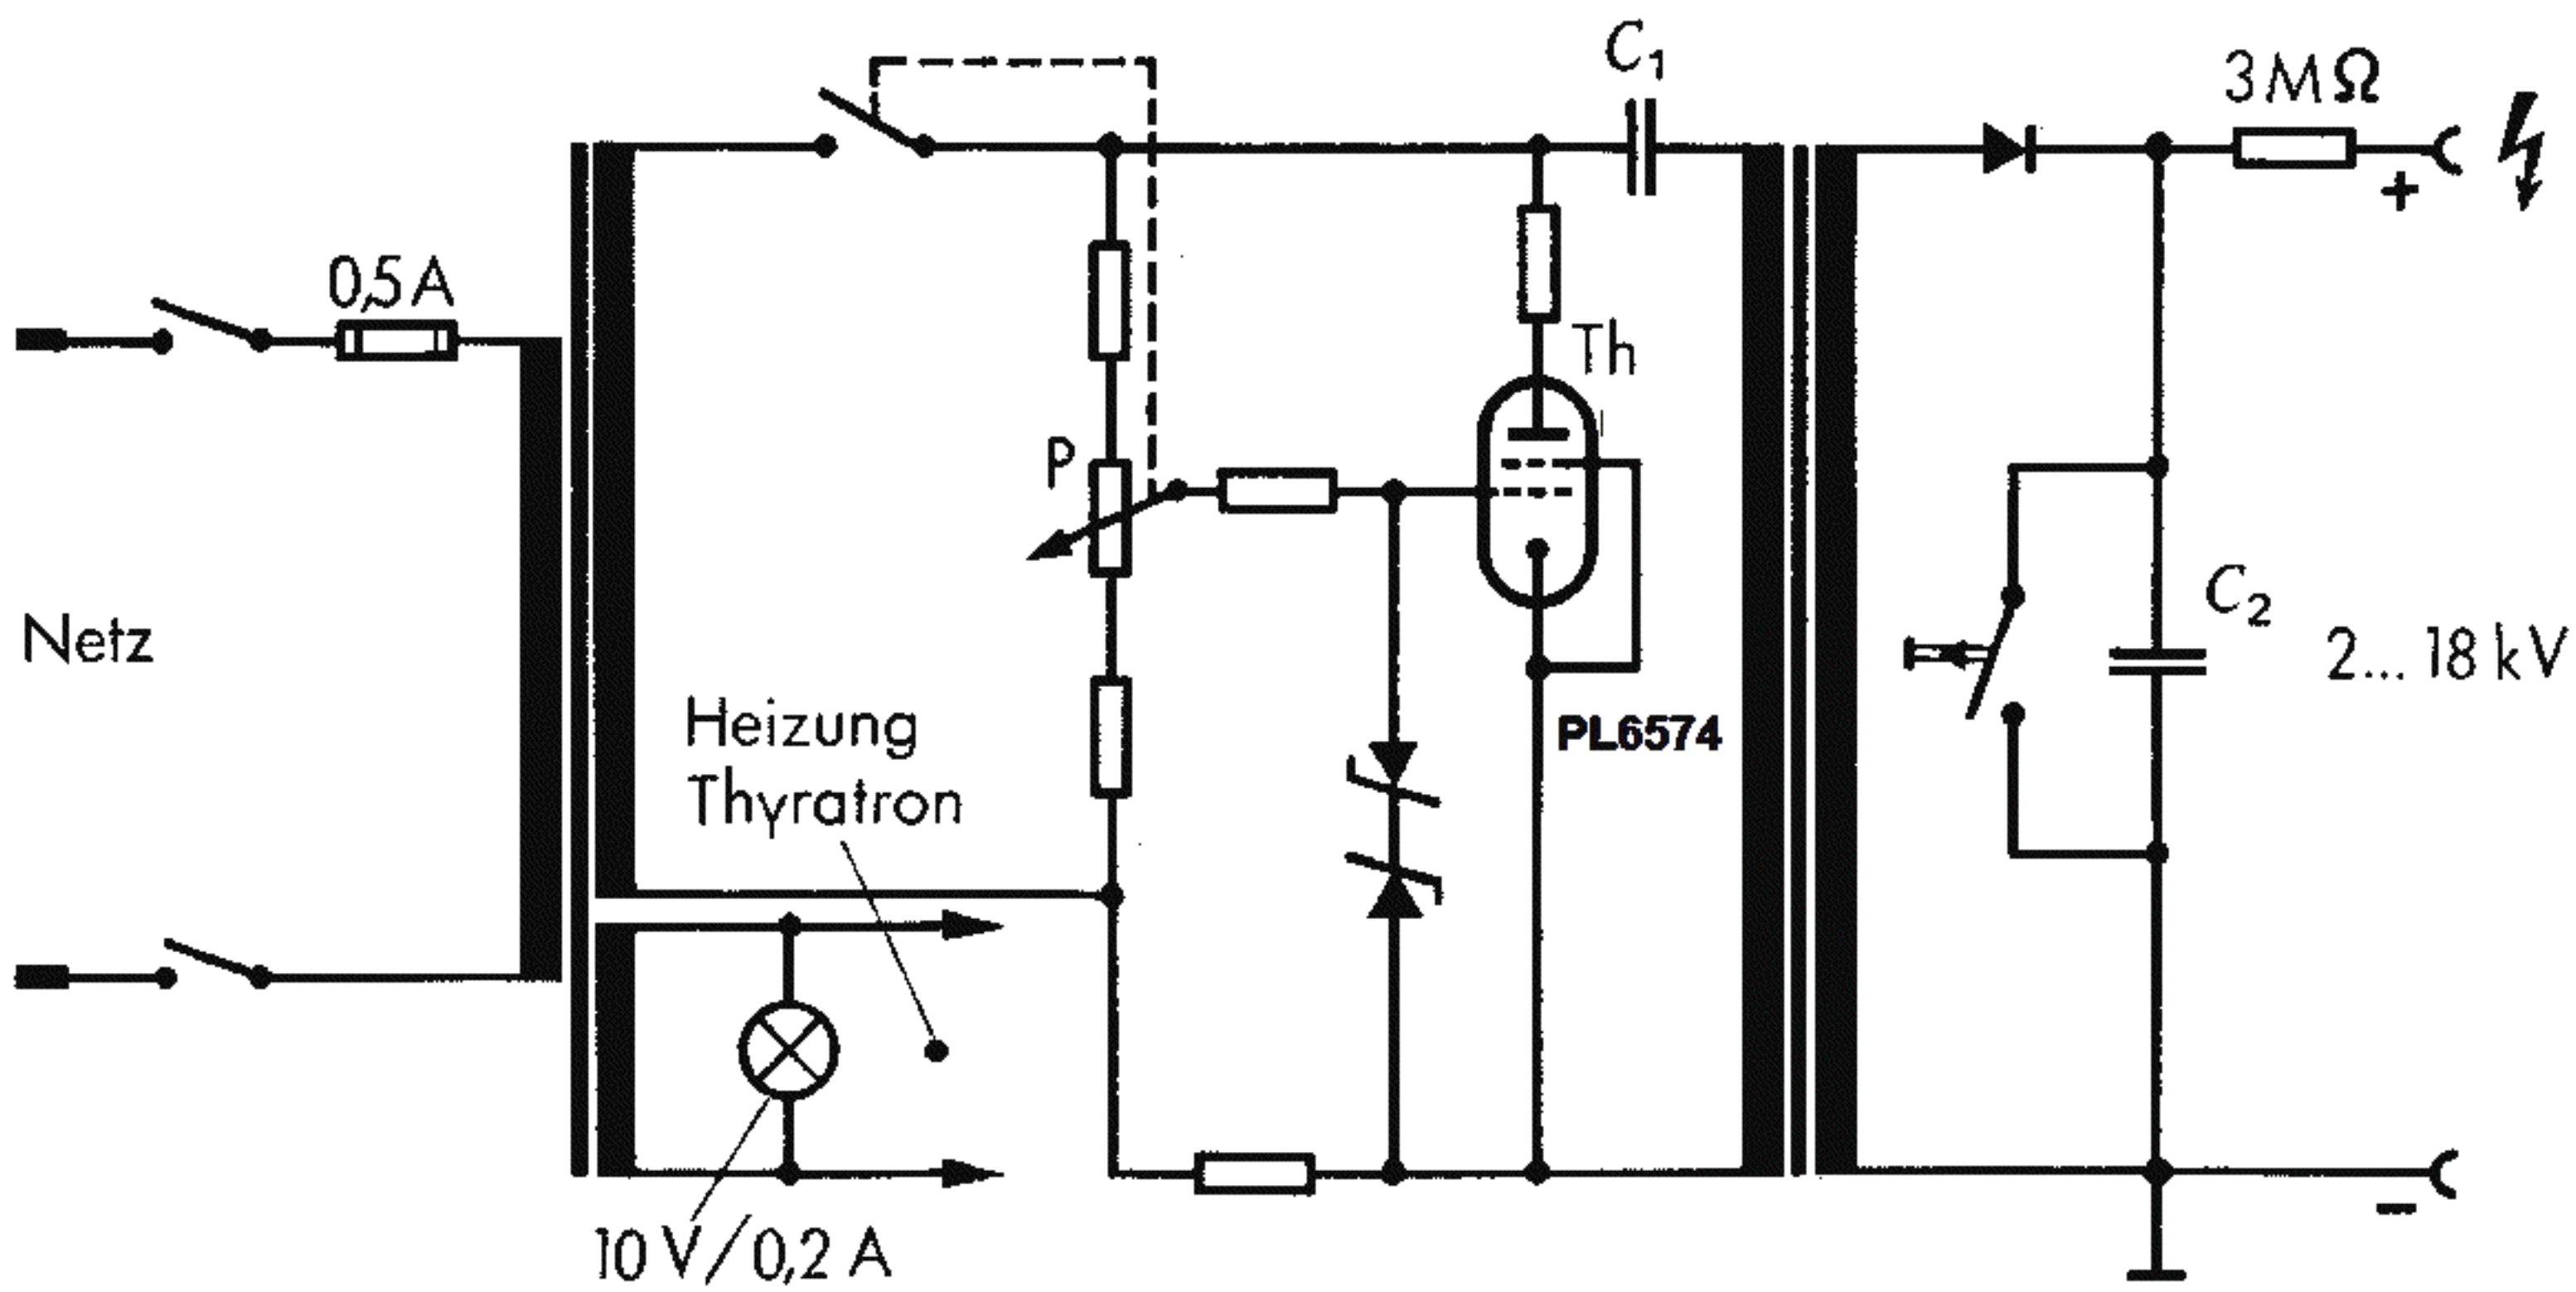

Abb. 2: Prinzipschaltbild
Abb. 2 zeigt das Prinzipschaltbild des Gerätes. Vom Netz wird über einen Transformator an Anode und Kathode eines Thyratrons (Th) eine Wechselspannung gelegt, deren Scheitelwert höher als die Zündspannung der Röhre ist. Parallel zum Thyatron liegt ein Schwingkreis, bestehend aus einem Kondensator (C_1) und der Primärwicklung eines Hochspannungstransformators. Während der negativen Halbperiode der Wechselspannung ist das Thyatron gesperrt; während der positiven Halbperiode treten Kippschwingungen hoher Flankensteilheit auf, die sich der vom Netz zugeführten Wechselspannung von 50 Hz überlagern. Sie ergeben auf der Sekundärseite des Hochspannungstransformators nach Gleichrichtung und Glättung (Kondensator C_2) die gewünschte Hochspannung, die stets positiv gegen Erde ist. Ihre Höhe läßt sich im Bereich von ca. 2...18 kV durch Ändern der Gitterspannung des Thyratrons mit Hilfe eines Potentiometers (P) einstellen. Unterhalb von 2 kV wird die Einstellung zunehmend kritisch und instabil. — Ein Schalter ermöglicht das Entladen des Kondensators C_2 .